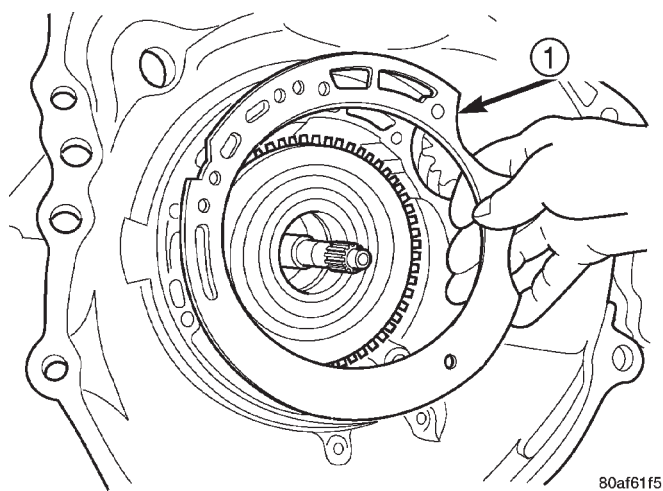

Fig. 140 Instalación de la junta de la bomba de aceite
(56) Instale la junta de la bomba de aceite (Fig. 140).